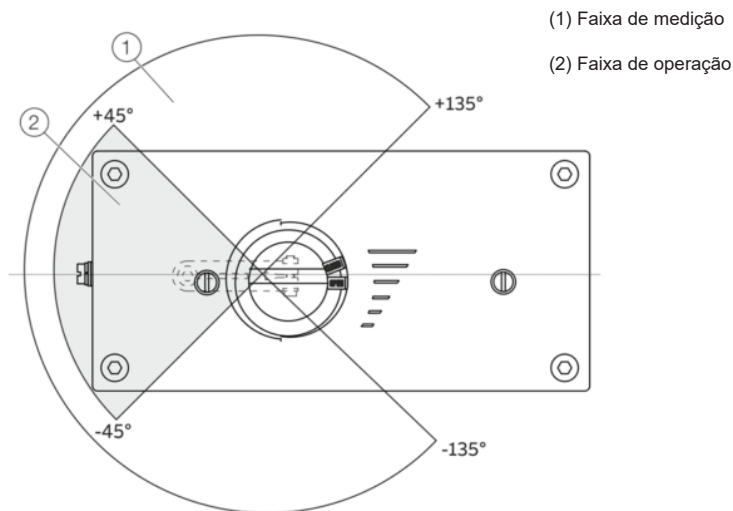
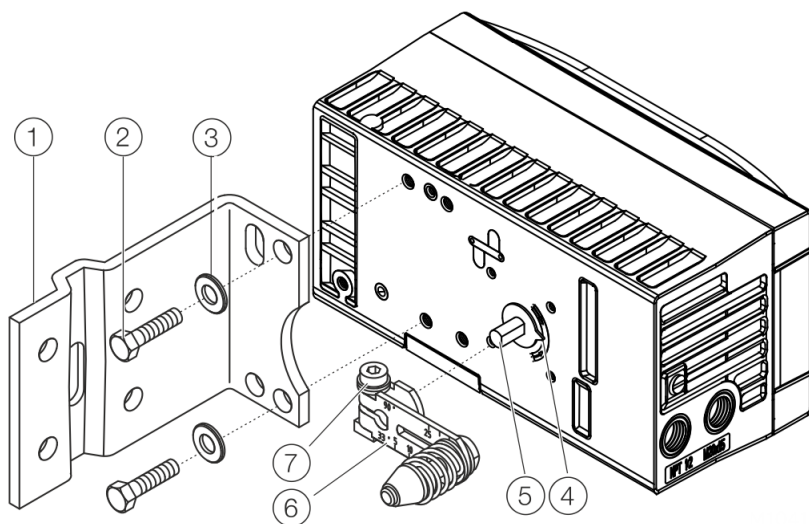

Fig. 3
Fig. 6
1. Fixe a alavanca (6) ao eixo de feedback (5) do posicionador (só pode ser montado em uma posição devido ao formato de corte do eixo de feedback).
2. Usando as setas (4), verifique se a alavanca se move dentro da faixa de operação (entre as setas).
3. Aperte manualmente o parafuso (7) na alavanca.
5. Fixe o suporte de montagem (1) com os parafusos (2) e arruelas (3) usando os orifícios correspondentes na caixa do posicionador.
Aperte os parafusos tão uniformemente quanto possível para garantir a linearidade subsequente. Alinhe o suporte de montagem no orifício oblongo para garantir que a faixa de operação seja simétrica. Defina a válvula no meio do curso e alinhe a alavanca horizontal (item 4, Fig. 6) e aperte o parafuso de montagem (item 4, Fig. 6) (a alavanca se move entre as marcas de seta - Item 4, Fig. 3).